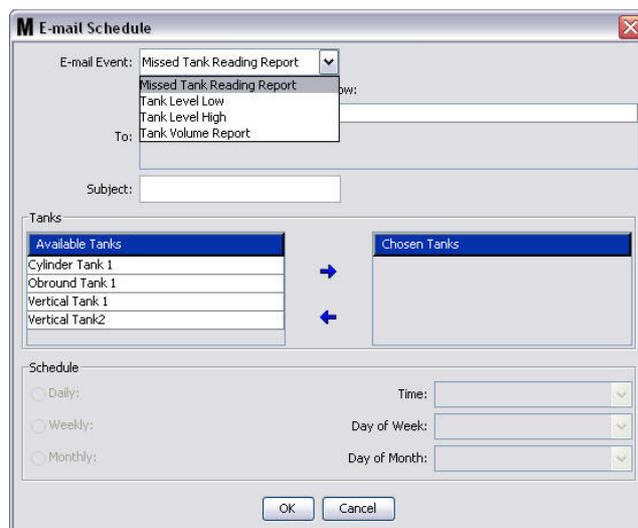

ABB. 141
1. Klicken Sie auf die Schaltfläche „Neuer Zeitplan“, um das Setup-Fenster für den E-Mail-Zeitplan aufzurufen, das in ABB. 141 gezeigt ist.
2. Das in ABB. 141 auf Seite 110 gezeigte Fenster „E-Mail-Zeitplan“ erscheint. Wenn Sie die Änderungen vorgenommen haben, klicken Sie auf „OK“, um das Fenster zuzuschließen und die Änderungen zu speichern.